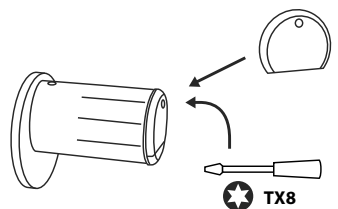

Fig. 4
- 4 Riposizionare il coperchio anteriore e avvitarlo (Fig. 4).